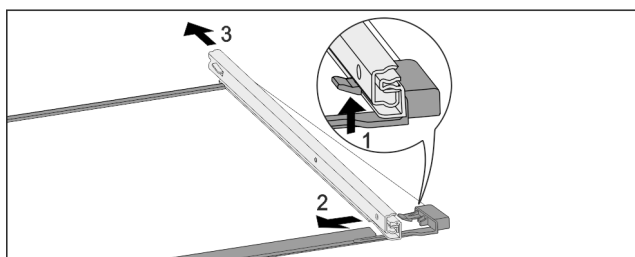

Fig. 235 Glasplaat met rails
- Voorste vergrendelhaak naar boven duwen. Fig. 235 (1)
- Uitschuifrail naar de zijkant Fig. 235 (2) en naar achteren Fig. 235 (3) wegschuiven.